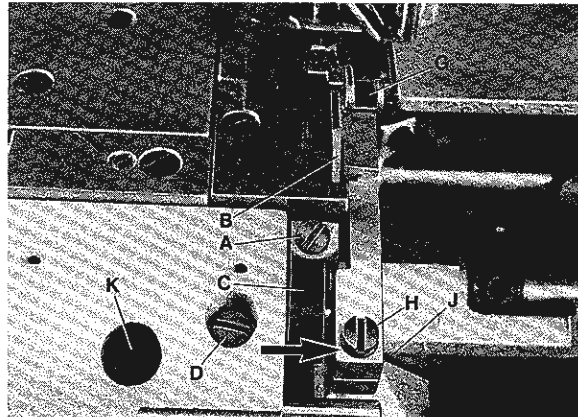
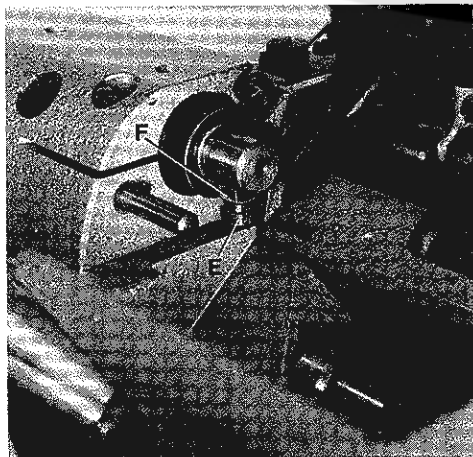
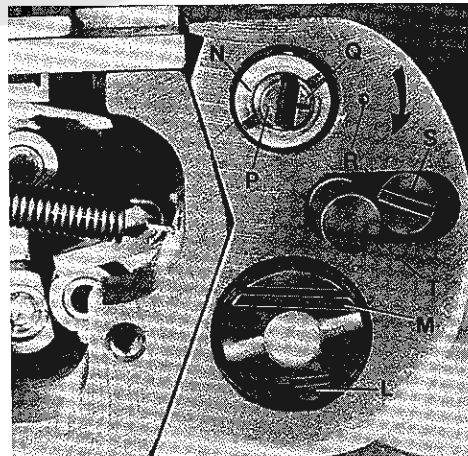

Fig.50
Fig.51
Fig.52
Remove the edge guide. Loosen screw (A, Fig. 50) in lower knife holder (C) and move lower knife (B) up or down until its cutting edge is parallel and flush with throat plate top surface. Retighten screw (A).
Note: Lower knife holder (C, Fig. 50) is set at the factory so the cutting edge of lower knife is parallel with top surface of throat plate. When replacing the lower knife holder it has to be set accordingly. Loosen screw (D, Fig. 50) and turn lower knife holder (C) until the cutting edge of lower knife is parallel with top surface of throat plate. Secure this setting with stop screw (E, Fig. 51) and lock nut (F) in lower knife holder. Retighten screw (D, Fig. 50).
Loosen screw (D, Fig. 50) and align the width of trim to the right needle by moving lower knife holder (C) laterally. If this adjustment is obstructed by the upper knife (G), loosen screw (H) and move the upper knife to the right. Retighten screw (D) and also screw (H) if loosened, after setting the lower knife.
Check after making this setting, if the upper knife holder (J, Fig. 50) can be moved in direction of the arrow (see Fig. 50) against the pressure of the spring. If this is not possible, loosen screw (H) and move the upper knife holder (J) accordingly to the right. Retighten screw (H).
Remove the cylinder cover and loosen screw (L, Fig. 52). Adjust by means of stop (M) the highest obtainable throw of upper knife. Retighten screw (L) and rotate pulley until the upper knife is in its down position.
Entfernen Sie die Stoffkantenführung. Lösen Sie die Schraube (A, Fig. 50) im Untermesserhalter (C) und schieben Sie das Untermesser (B) nach oben oder unten bis die Schneide parallel und auf gleicher Höhe mit der Stichplattenoberfläche steht. Ziehen Sie die Schraube (A) wieder an.
Beachten Sie: Der Untermesserhalter (C, Fig. 50) wird im Werk so eingestellt, daß die Schneide des Untermessers parallel zur Stichplattenoberfläche steht. Beim Austausch muß ein neuer Untermesserhalter entsprechend eingestellt werden. Lösen Sie die Schraube (D, Fig. 50) und drehen Sie den Untermesserhalter (C, Fig. 50) bis die Untermesserschneide parallel zur Stichplattenoberfläche steht. Sichern Sie diese Einstellung mit der Anschlagsschraube (E, Fig. 51) und der Kontermutter (F) im Untermesserhalter. Ziehen Sie die Schraube (D, Fig. 50) wieder an.
Lösen Sie die Schraube (D, Fig. 50) und richten Sie durch seitliches Verschieben des Untermesserhalters (C) die Abschnittsbreite zur rechten Nadel entsprechend aus. Wird diese Einstellung durch das Obermesser (G) behindert, lösen Sie die Schraube (H) und schieben das Obermesser nach rechts. Ziehen Sie nach der Einstellung des Untermessers die Schraube (D) und gegebenenfalls die Schraube (H) wieder an. Prüfen Sie nach dieser Einstellung, ob sich der Obermesserträger (J, Fig. 50) in Pfeilrichtung (siehe Fig. 50) entgegen der Kraft der Andrückfeder bewegen läßt. Ist dies nicht möglich, lösen Sie die Schraube (H) und drücken den Obermesserträger (J) entsprechen nach rechts. Ziehen Sie die Schraube (H) wieder an.
Entfernen Sie den Zylinderdeckel und lösen Sie die Schraube (L, Fig. 52). Stellen Sie mit dem Anschlag (M) den größtmöglichen Hub des Obermessers ein. Ziehen Sie die Schraube (L) wieder an und bringen Sie durch Drehen am Handrad das Obermesser in die unterste Stellung.
Adjust the lateral cutting pressure by turning nut (N, Fig. 52). Turning the nut clockwise increases the cutting pressure, turning it counterclockwise acts the reverse.
To adjust the shear angle loosen screws (H and K, Fig. 50). Set shaft (P, Fig. 52) so, that mark (Q) on the shaft and mark (R) in cylinder are lined up.
Turning shaft (P, Fig. 52) in direction of the arrow increases the shear angle, turning it against direction of the arrow decreases it. Retighten screws (H and K, Fig. 50) and make sure that the settings described in paragraph "SETTING THE UPPER KNIFE" are not disturbed.
Remove cylinder cover. Loosen screw (S, Fig. 52) and move push button (T) slightly back and forth until it engages as described. Retighten screw (S).
If it is not possible to engage the push button with this adjustment, loosen screw (L, Fig. 52) and turn stop (M) clockwise until the push button engages. Retighten screw (L).
Der seitliche Schneiddruck wird durch Drehen der Mutter (N, Fig. 52) eingestellt. Drehen der Mutter im Uhrzeigersinn erhöht den Schneiddruck, drehen im Gegenuhrzeigersinn vermindert ihn.
Zur Einstellung des Scherwinkels lösen Sie die Schrauben (H und K, Fig. 50). Stellen Sie die Achse (P, Fig. 52) so, daß sich die Markierungen (Q) auf der Achse und (R) am Zylinder gegenüberstehen.
Drehen der Achse (P, Fig. 52) in Pfeilrichtung vergrößert den Scherwinkel, drehen in entgegengesetzter Richtung verkleinert ihn. Ziehen Sie die Schrauben (H und K, Fig. 50) wieder an und beachten Sie, daß die im Abschnitt "EINSTELLUNG DES OBERMESSERS" beschriebenen Einstellungen erhalten bleiben.
Entfernen Sie den Zylinderdeckel. Lösen Sie die Schraube (S, Fig. 52) und bewegen Sie den Druckknopf (T) leicht hin und her bis er wie oben beschrieben einrastet. Ziehen Sie die Schraube (S) wieder an.
Läßt sich der Druckknopf durch diese Einstellung nicht einrasten, lösen Sie die Schraube (L, Fig. 52) und drehen den Anschlag (M) im Uhrzeigersinn bis der Druckknopf einrastet. Ziehen Sie die Schraube (L) wieder an.